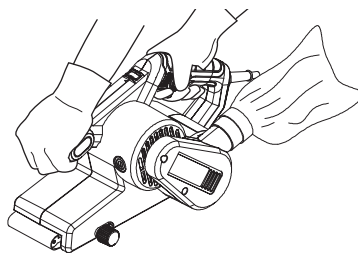

Fig. 15
2. Segurar o produto com uma mão na pega frontal (1) e com a outra mão na pega traseira (5) (Fig. 15).